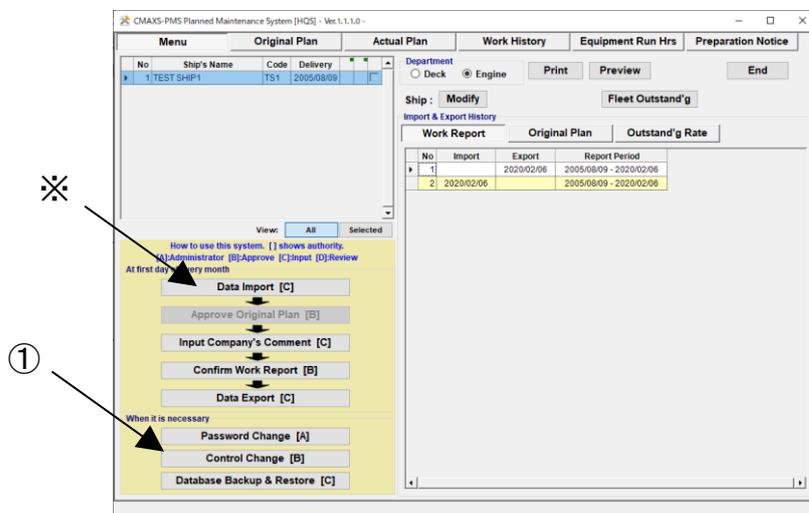

図 13-1 Menu 画面
- ① “Menu 画面”(図 13-1)の [Control Change]ボタンを選択してください。